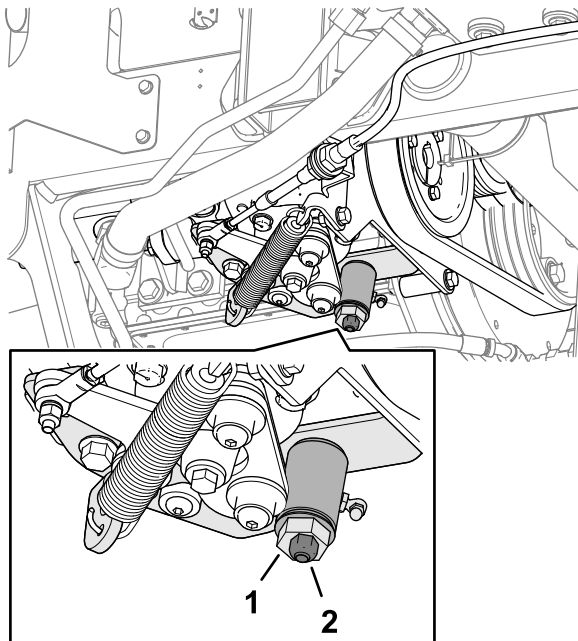

Bild 80
3. Lockern Sie die Sicherungsmutter an der Fahrtriebs-Einstellnocke (Bild 80).